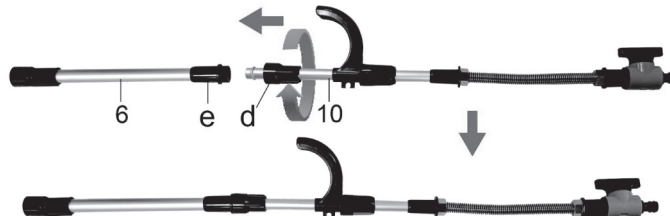

Рис. 3.
с) Закрутите трубную муфту (d) на верхней трубе (10) на резьбу соединительной муфты (e) на нижней трубе (6). (Рис.3)